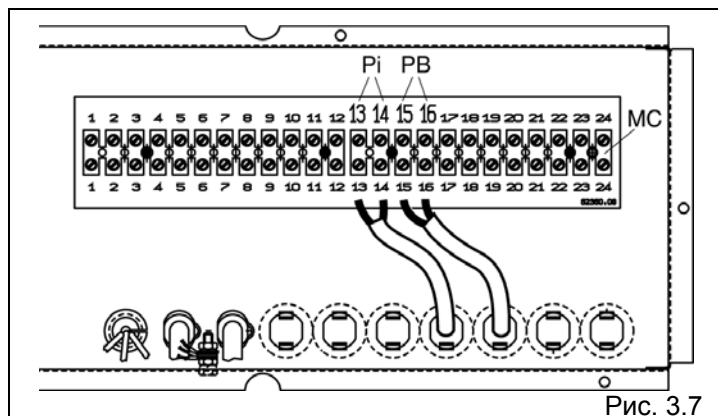

Рис. 3.7
- Подключите насос системы (Pi) к клеммам 13 и 14 клеммной колодки котла (МС), которая находится внутри главной панели управления (Рис. 3.7).
- Подключите насос бойлера (PB) к клеммам 15 и 16 клеммной колодки котла (МС), которая находится внутри главной панели управления (Рис. 3.7).